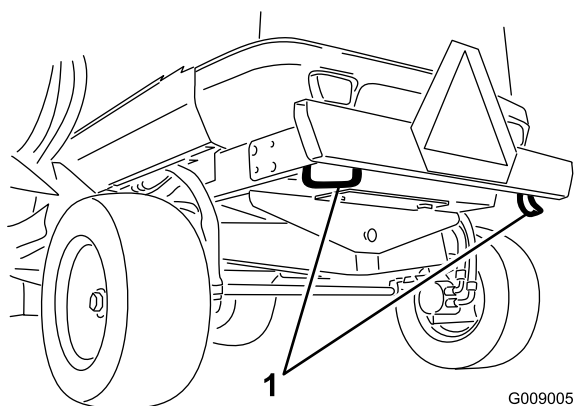

Figure 40
1. Point d'attache avant (2)
- Pare-chocs arrière (2 emplacements) (Figure 40).